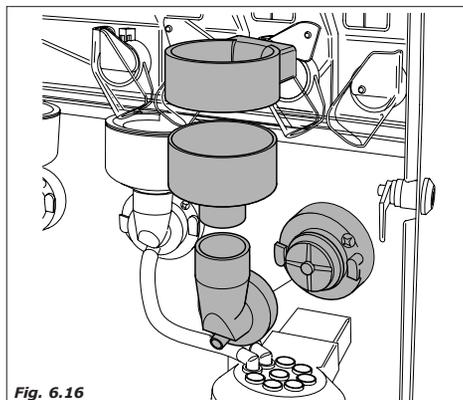

Fig. 6.16
- tirar todas as guias pó, funis água, camaras e pás de mistura, tubos de silicone e por também todos estes particulares na solução preparada (Fig.6.16)